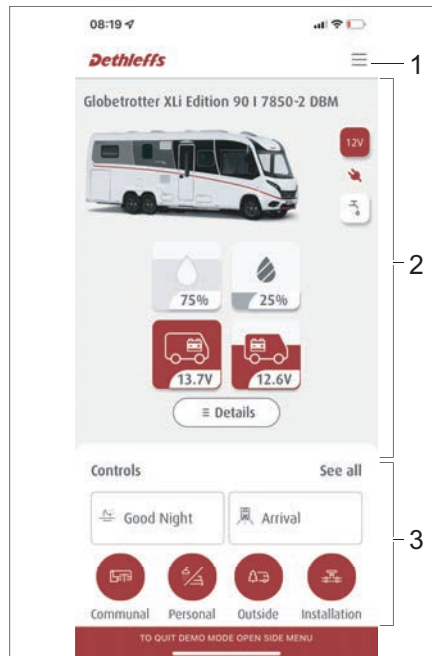

Bild 275 Dethleffs Connect-appens struktur
- Menyområde (Bild 275,1)
- Information om fordonet (Bild 275,2)
- Området för hantering och scenarior (Bild 275,3)